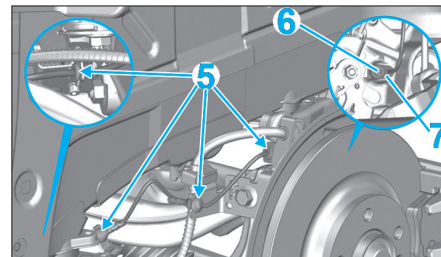
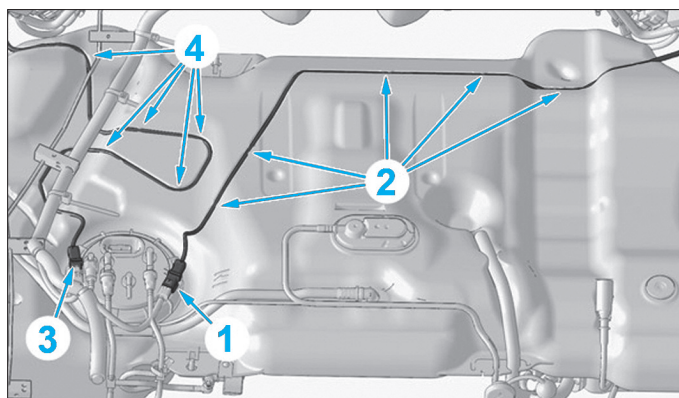

Fig. 65
Fig. 64
- Débrancher le connecteur en (1) (Fig.64).
- Dégrafer le faisceau du capteur de roue en (2).
- Débrancher le connecteur en (3).
- Dégrafer le faisceau du capteur de roue en (4).
- Dégrafer le faisceau (5) (Fig.65).